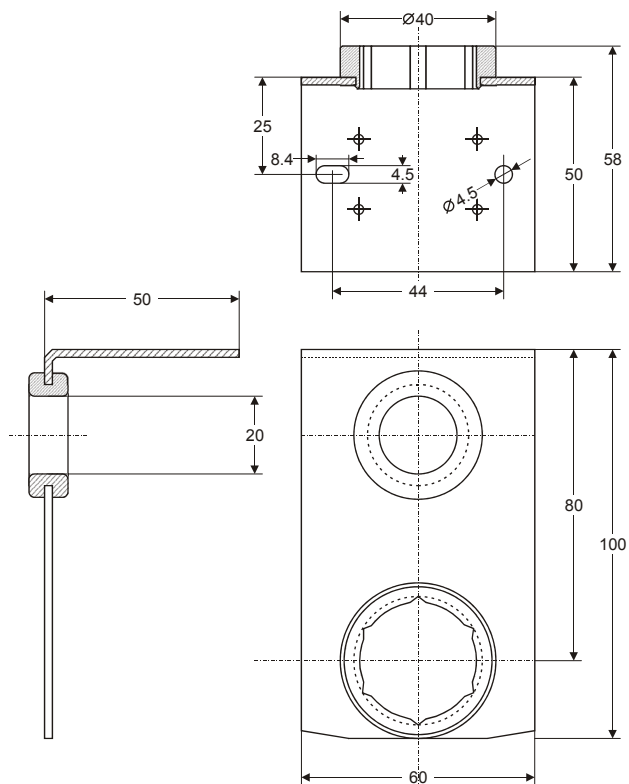

Abb. 65. AST1 Wandanbausatz
- AST1 Wandanbausatz, siehe Abb. 65